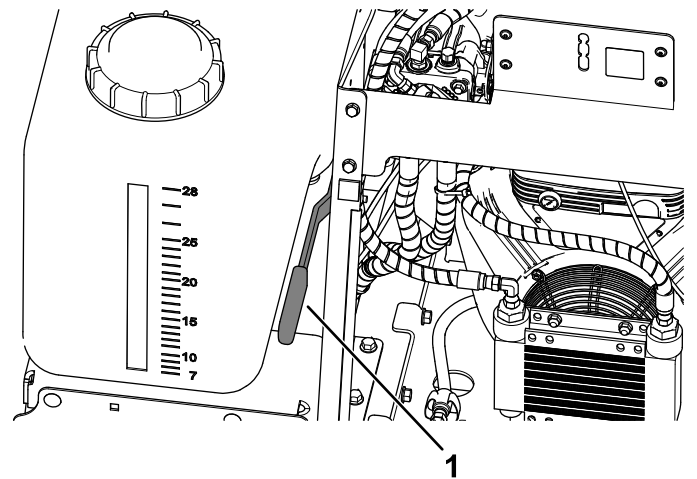

Figure 8
- Pour serrer le frein de stationnement (Figure 8), abaissez le levier.